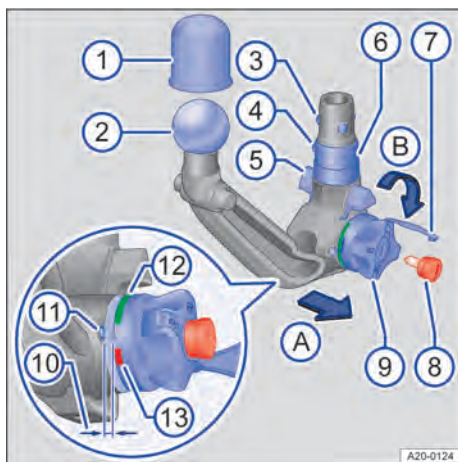

Abb. 159 Übersicht: Abnehmbare Anhängerkupplung.
4. Schlossabdeckung → Abb. 159 7 vom Schloss am Handrad abnehmen.
5. Schlüssel → Abb. 159 8 in das Schloss stecken und gegen den Uhrzeigersinn drehen.
6. Anhängerkupplung → Abb. 159 2 mit einer Hand festhalten → ⚠.
7. Mit der anderen Hand das Handrad → Abb. 159 9 in Pfeilrichtung A herausziehen und in dieser Stellung festhalten.
8. Handrad → Abb. 159 9 bis zum Anschlag in Pfeilrichtung B drehen.
9. Handrad → Abb. 159 9 in dieser Stellung festhalten und die Anhängerkupplung 2 aus der Aufnahme nach unten herausführen. Anhängerkupplung rastet ein und ist vorgespannt.
2. Mit der anderen Hand das Handrad → Abb. 159 9 in Pfeilrichtung B zum Anschlag drehen.
3. Kugel → Abb. 159 4 eindrücken.
4. Das Handrad → Abb. 159 ⑨ gegen den Uhrzeigersinn zurückdrehen.
5. Kugel → Abb. 159 ④ loslassen. Das Handrad steht nicht mehr von der Anhängerkupplung ab. Die Anhängerkupplung ist nun entspannt.
6. Schlüssel → Abb. 159 ⑧ im Uhrzeigersinn drehen und abziehen. Schlüssel in der Staubox unterbringen.
7. Schlossabdeckung → Abb. 159 ⑦ schließen.